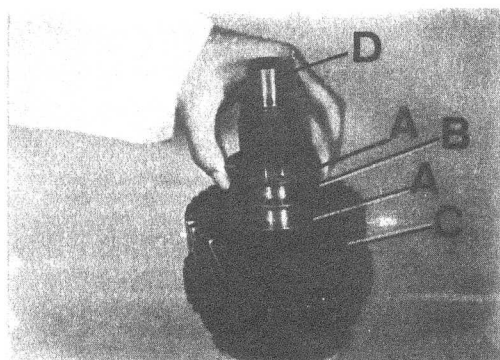

Fig. C1-132 Montaje conjunto eje principal
- 3.10. Posicionar una arandela de empuje, A (Fig. C1-132) con las ranuras de engranaje - hacia el engranaje de 2a velocidad, C, e instalar a continuación el rodamiento - axial, B, y la otra arandela de empuje, A, con las ranuras de engrase hacia el extremo delantero del eje principal, D.